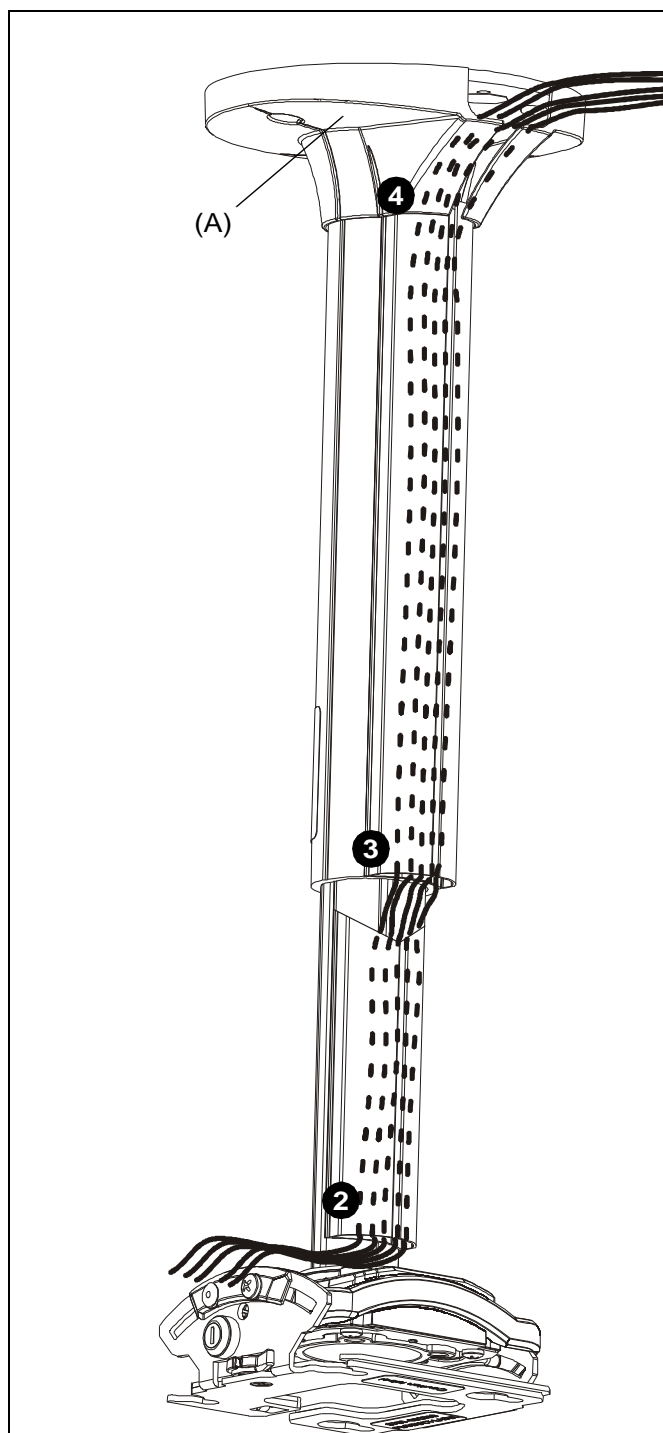

Figure 22
2. Faites passer les câbles à travers le cache-câble inférieur. (Voir la Figure 22)
3. Faites passer les câbles à travers le cache-câble supérieur. (Voir la Figure 22)
4. Faites passer les câbles à travers le couvercle de la plaque de fixation au plafond (A). (Voir la Figure 22)